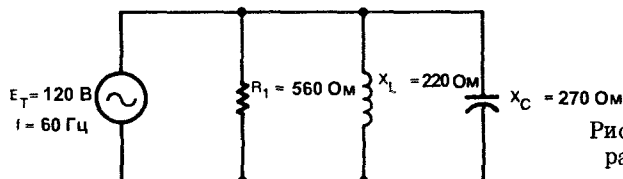

Рис. 17-8. Параллельная цепь RLC.
2. Чему равны значения I_C , I_L , I_X , I_R и I_Z для цепи, изображенной на рис. 17-8?